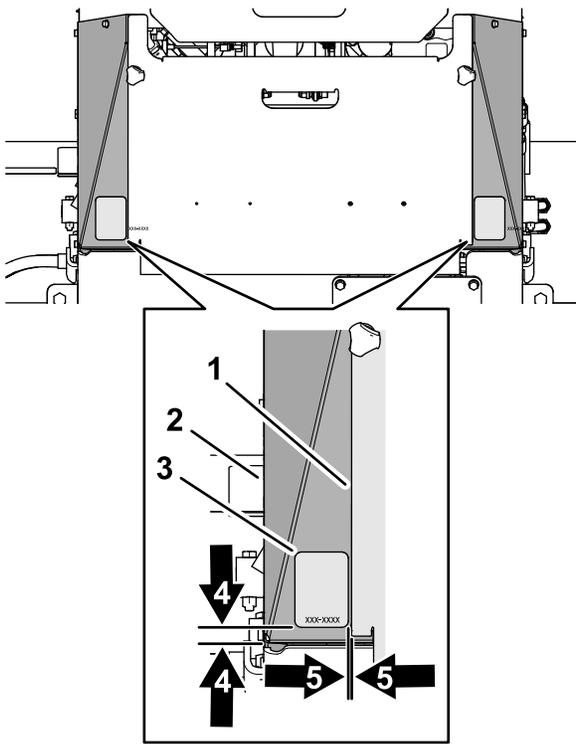
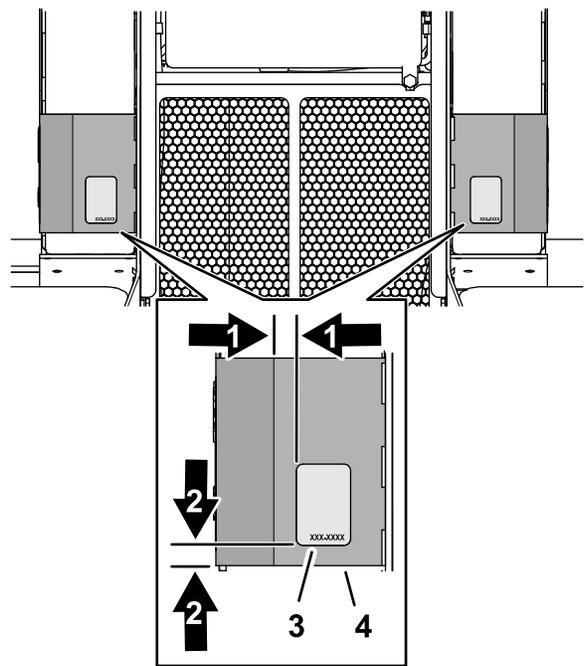
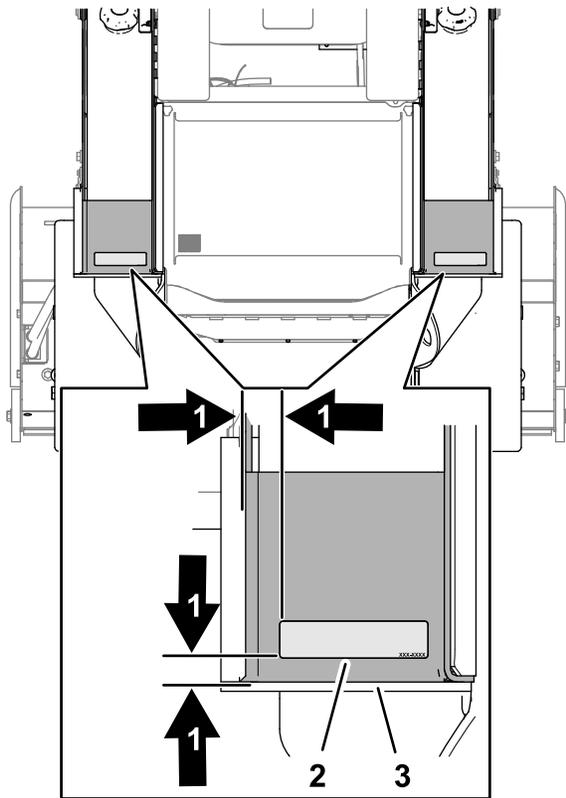

Figure 9
Figure 10
Figure 11
7. Apposez l'autocollant sur la surface de montage, comme montré à la Figure 9, la Figure 10 ou la Figure 11.